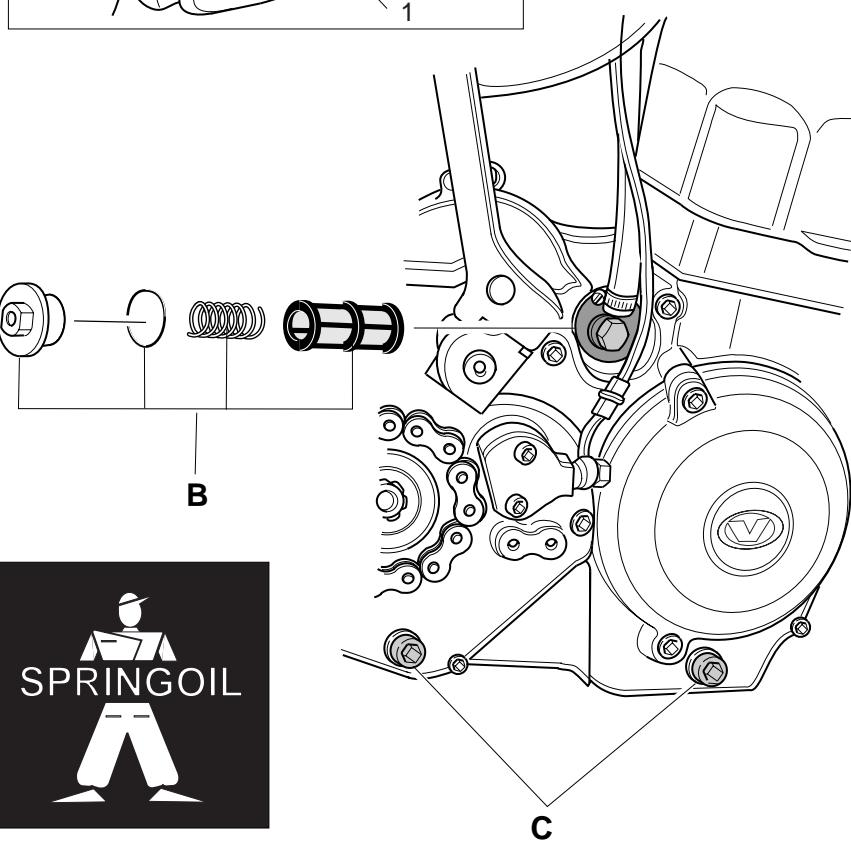

Fig. 7
2. Spurgare l'olio con le viti di spурго (Rif.C - Fig.7).
3. Pulire sempre il filtro dell'olio (Rif.B - Fig.7) sostituire ogni 3 - 4 cambi d'olio.
4. Riserrare le viti di spурго (Rif.C - Fig.7) e rabboccare con olio nel foro di rabbocco (Rif.A - Fig. 6) fino a raggiungere il livello corretto.
2. Drain the oil by removing the drain plugs (Ref.C - Fig.7).
3. When 3 or 4 changing the oil, always clean the oil filter at (Ref.B - Fig.7) or fit a new filter.
4. Refit the drain plugs (Ref.C - Fig. 7) and fill the engine with new oil through the filler hole(Ref.A - Fig.6) to the correct level.
2. Die Ölablaßschrauben (Bez.C- Abb.7) herausdrehen und das Öl ablassen. Entsorgungsvorschriften beachten!
3. Das Ölfilter (Bez.B - Abb. 7) bei jeder 3 oder 4 Ölwechseln erneuern. Das Ölfilter bei jeder Ölwechsel reinigen.
4. Die Ölablaßschrauben(Bez.C - Abb.7) eindrehen und Öl an der Einfüll-
2. Enlevez les bouchons de vidange (Rèf.C - Fig.7) et laissez couler l'huile.
3. Nettoyez le filtre de l'huile (Rèf.B - Fig.7) chaque vidange et le-replacez depuis 3 ou 4 vidanges.
4. Remettez en place les bouchons de vidange (Rèf.C - Fig.7) et faites le plein d'huile pour l'orifice (Rèf.A - Fig.6) jusqu'au niveau indiqué.